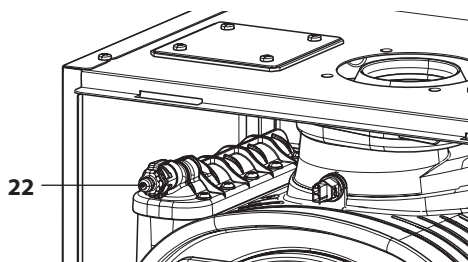

Figura 6.4
- Prima di allentare il raccordo di sfiato scambiatore primario condensante 22 in Figura 6.4 collegare un tubicino di scarico al portagomma per far defluire l'acqua in uscita.
- Riempire l'impianto di riscaldamento vedi sezione "Riempimento del circuito riscaldamento" a pag. 21 e richiudere il raccordo di sfogo scambiatore primario condensante 22 in Figura 6.4 quando da quest'ultimo inizia ad uscire acqua.